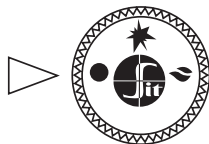

Рис. 8.
- 7.2. В исходном (выключенном) положении ручка управления ходит в положение **«точка»** (рис. 8). Пилотная и основные горелки погашены (под действием газа они заблокированы).